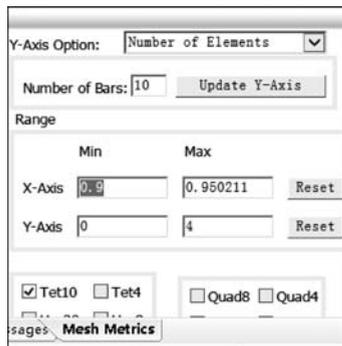

图 3.39 设置柱状图参数
(6) 在网格柱状图窗口中选择 Controls, 打开如图 3.39 所示的参数设置界面, 将 X-Axis 的最小值修改为 0.9, 单击 Update Y-Axis, 关闭该界面。